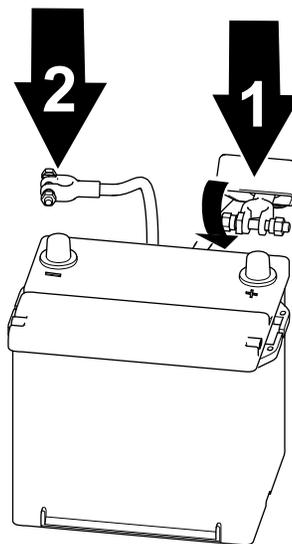

图 63
1. 将正极接线连接到电池拧紧电池夹螺母图 63。
2. 将负极接线连接到电池拧紧电池夹螺母图 63。